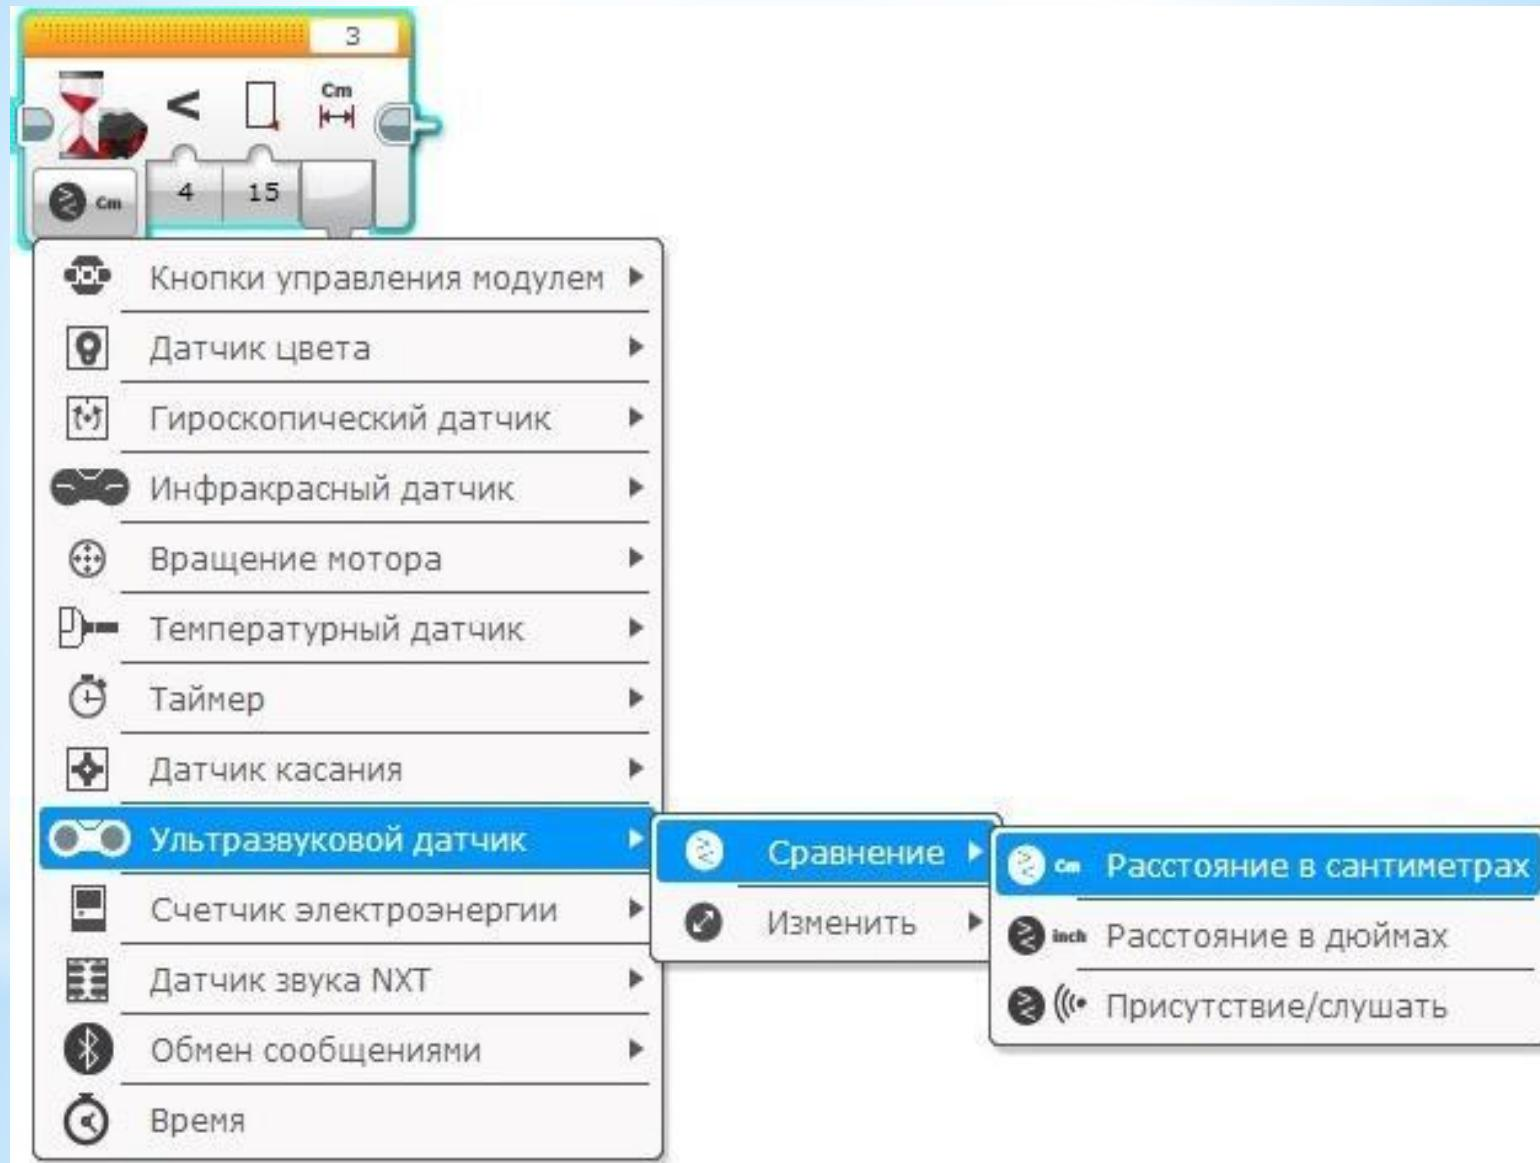

Рис. 1
- * Для решения задачи воспользуемся уже знакомым нам программным блоком "**Ожидание**" Оранжевой палитры, переключив его в Режим: "**Ультразвуковой датчик**" - "**Сравнение**" - "**Расстояние в сантиметрах** « (Рис. 1).